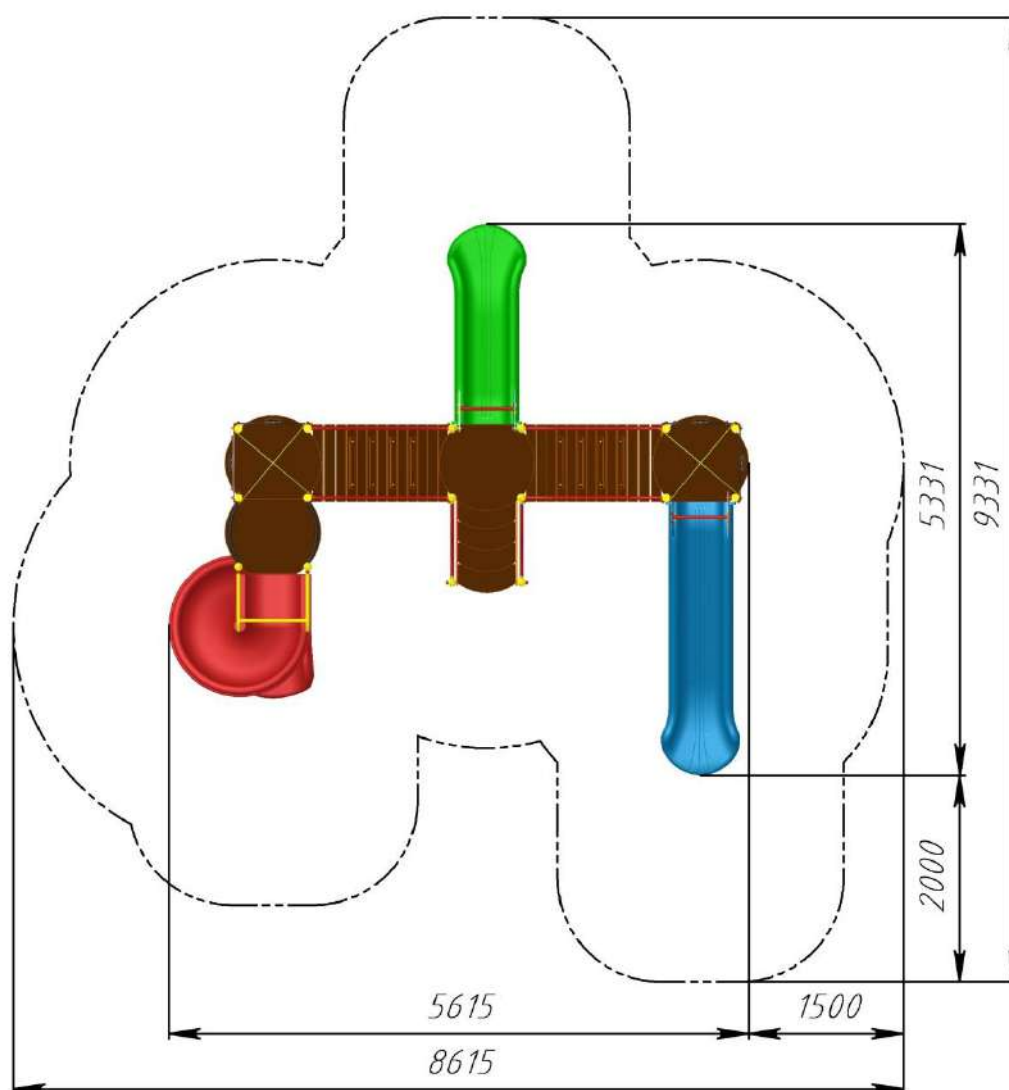

Рис.2 Безопасная зона приземления игрового комплекса РТР 21-08-Т1
12.4. Монтаж игрового комплекса проводится на ровной площадке, свободной от насаждений. Размер площадки должен обеспечить безопасную зону приземления вокруг игрового комплекса в соответствии с рис. 2.